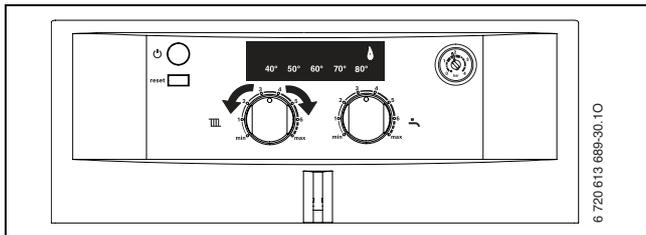

Рис. 31
- ▶ Отвернуть уплотнительный винт измерительного штуцера давления перед форсунками (1) (→ стр. 27) и подсоединить U-образный манометр.
- ▶ Установить регулятор температуры горячей воды  в среднее положение (→ рис. 31).